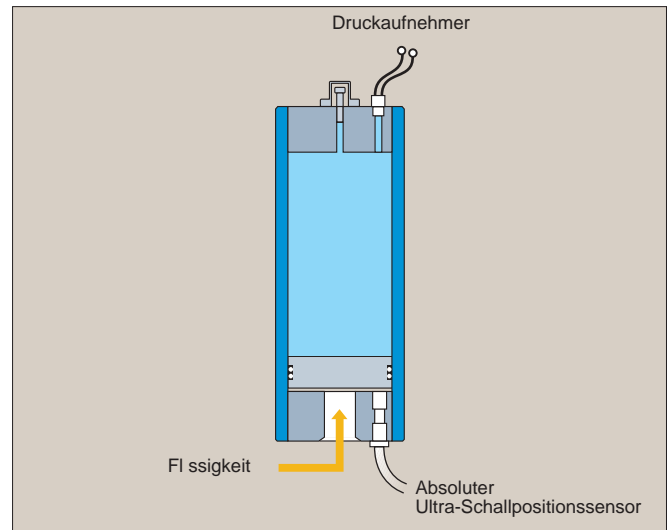

Abb. 14b Der Positionssensor ermöglicht eine beständige Angabe des Fülldrucks
Zur Überwachung des Fülldrucks bei den Kolbenspeichern von Parker können verschiedene Verfahren eingesetzt werden. Es ist zu beachten, daß in den Abb. 14b und 14c flache Kolben verwendet werden müssen, damit die Sensoren deren Position erfassen können.
- Hydrauliksystem ist in Betrieb Ein Sensor zur Ermittlung der Kolbenposition wurde in den Enddeckel auf der Hydraulikseite eingebaut (Abb. 14b) und an ein elektronisches Meßsystem angeschlossen. Bei genauer Anfangsfüllung und nach ausreichendem Systembetrieb, der eine thermische Stabilität gewährleistet, kann die Elektronik kalibriert werden. So ergibt sich ein beständiger, genauer Fülldruckwert.